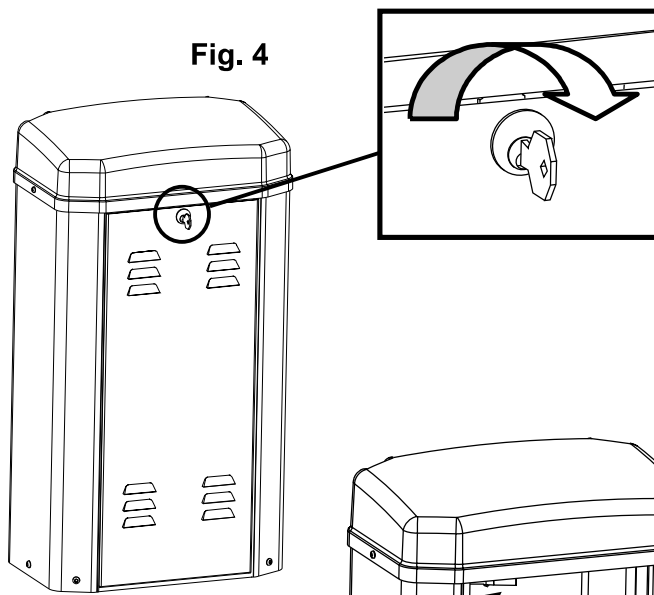

Fig. 4
1. Abrir la tapa frontal. (Fig. 4)